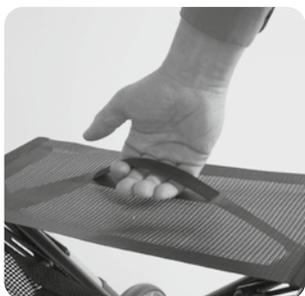

Fig. 4
1. Piegare il rollator tirando la cinghia di piegatura verso l'alto (Fig. 4).